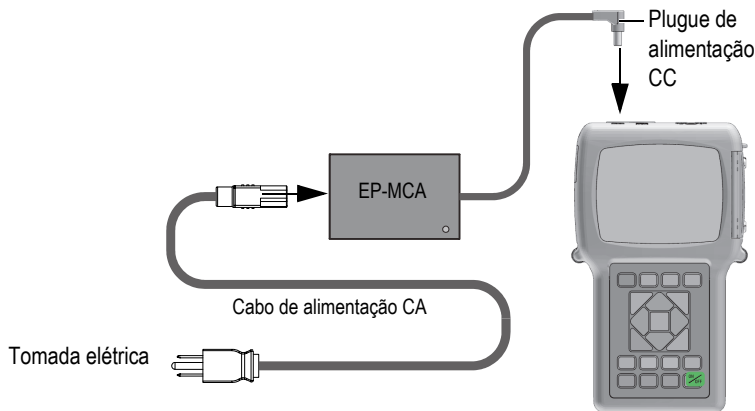

Figura 2-2 Conectar o carregador/adaptador
1. Conecte o cabo de alimentação CA no carregador/adaptador (P/N: EP-MCA [U8767042]) e, em seguida, em uma tomada apropriada (veja Figura 2-2 na página 42).